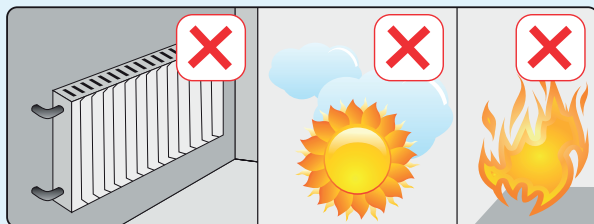

IMAGEN 2
Ponga a una distancia de fuentes de calor por lo menos (1) metro. (estufa, calentador, estufa eléctrica, etc.) (Imagen 2)
La temperatura interna de su refrigerador puede ajustarse girando el mando del termostato (Imagen 2). La temperatura interna del producto se puede ajustar con +1 a +10 ° C.